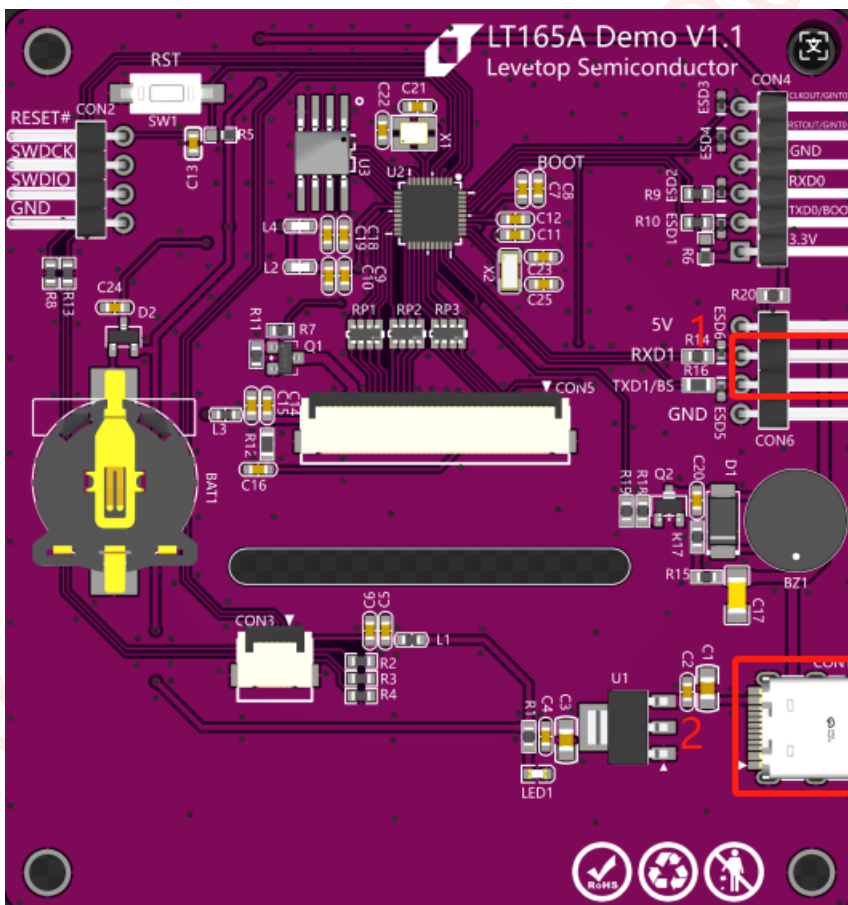
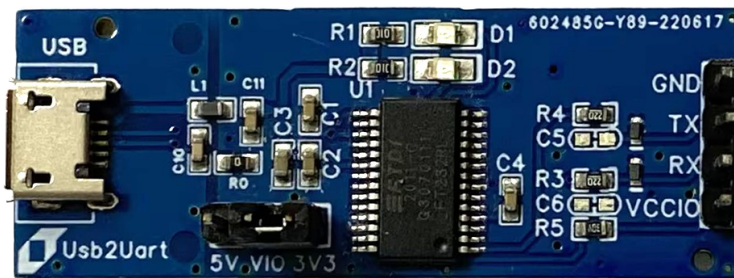

图 12-4: 串口通信模式设置
图 12-5: USB 转 TTL 模块
2、连接好串口: 将图 12-4 1 处的串口 1 与图 12-5 的 USB 转 TTL 模块连接好, 使用图 12-4 2 处的 CON1 给板子供电。